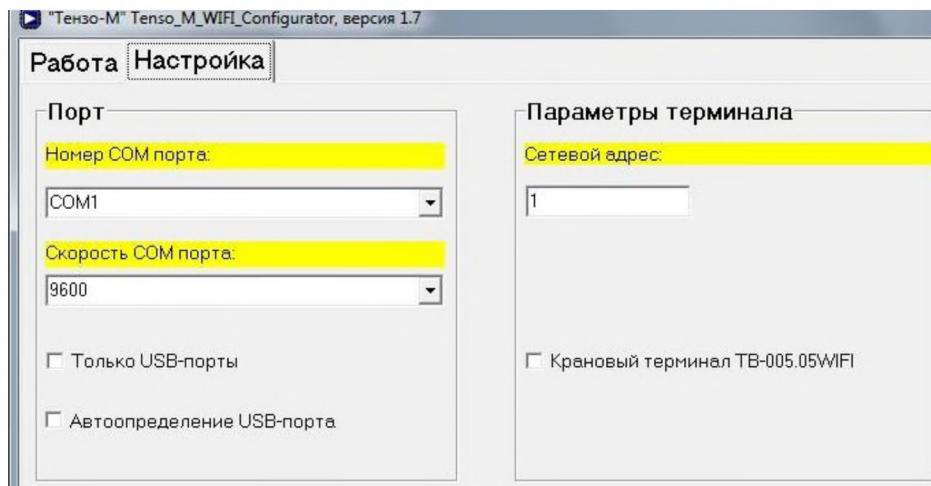

Рис. 5.2. Вид закладки «Настройка».
5.3. Вид закладки «Настройка» приведён рис. 5.2 на стр. 7.
5.4. В процессе настройки параметров связи с весовым преобразователем необходимо указать номер и скорость работы COM-порта, к которому подключен преобразователь, выбрав их значения из соответствующих выпадающих списков (рис. 5.2).